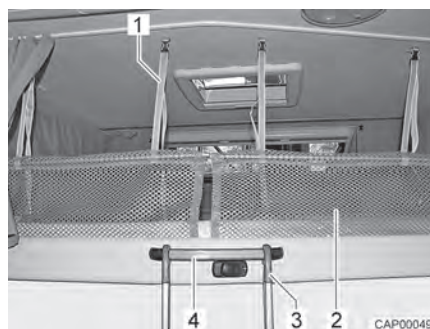

Bild 73 Stege och skyddsnät
- Haka fast stege (Bild 73,3) med båda byglarna i handtaget (Bild 73,4) på den höjbara sängen.
Skyddsnät Skyddsnäten (Bild 73,2) med fästremmarna befinner sig under madrassen. Skyddsnäten ska först monteras när personerna som ska sova där befinner sig på den höjbara sängen.
Hänga upp: ■ Haka fast fästremmarna (Bild 73,1) i hållarna i taket.